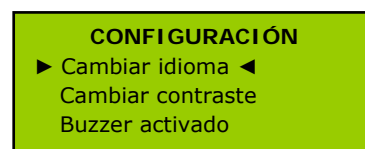

Figura 21.
- "Cambiar idioma" permite seleccionar el idioma en que se muestran las opciones de los menús. Para seleccionarla, coloque los cursores junto a esta opción como se muestra en la Figura 21 y pulse [ENTER].